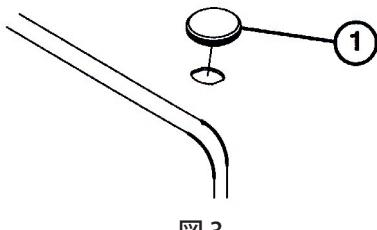

図3
1. フードの左前上部についているプラグを取り除く(図3)。